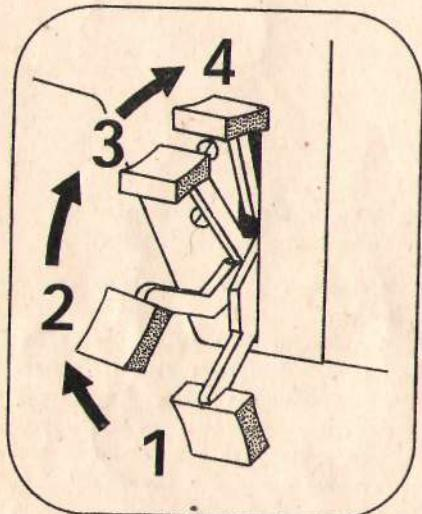

рис. 14
- Рычаг для подъёма лапки 12 в положении 3 (рис. 14)
12. Положения рычага для подъёма лапки (рис. 14)